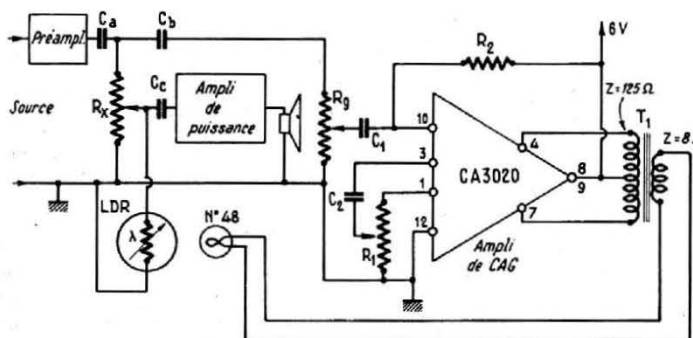

FIG. 4
- Amplificateur BF antifading, avec un élément résistant photosensible (Fig. 4).
La figure 4 représente cette dernière application. Le signal est prélevé sur le préamplificateur, grâce à C et R_0 . Le potentiomètre R_x constitue le principal réglage de volume pour l'amplificateur de puissance. Le niveau du signal à l'entrée de l'amplificateur à circuit intégré peut être réglé par R_0 et R_1 . Le potentiomètre R_1 doit être ajusté de façon à ce que la lampe pilote n° 48 s'allume complètement quand R_0 est à sa valeur maxi-